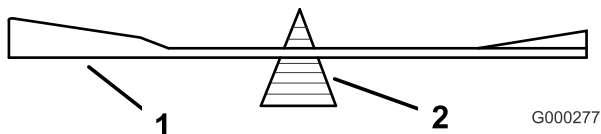

Figure 51
2. Vérifiez l'équilibre de la lame en la plaçant sur un équilibreur (Figure 51). Si la lame reste horizontale, elle est équilibrée et peut être utilisée. Si la lame est déséquilibrée, limez un peu l'extrémité de la partie relevée seulement (Figure 47). Répétez la procédure jusqu'à ce que la lame soit équilibrée.